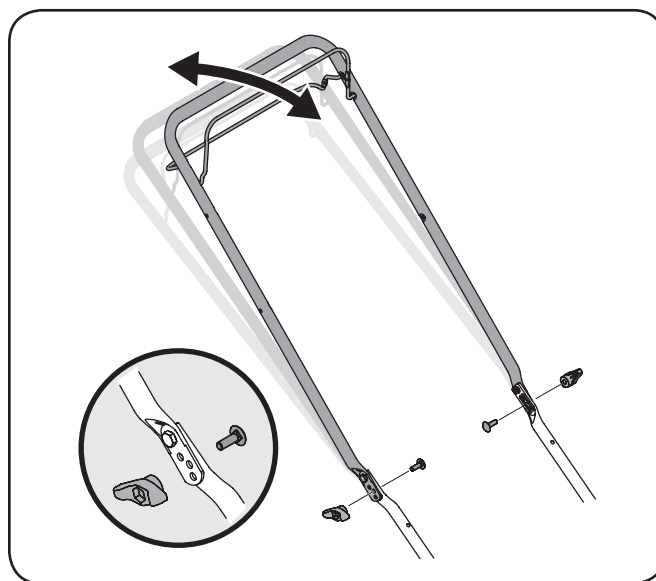

Figura 3-12
1. Quite los tornillos y tuercas de mariposa transporte de manejar. Vea la Figura 3-12.
2. Coloque el mango en una de las tres posiciones que se sienta más cómodo. Vea la Figura 3-12 inserción.